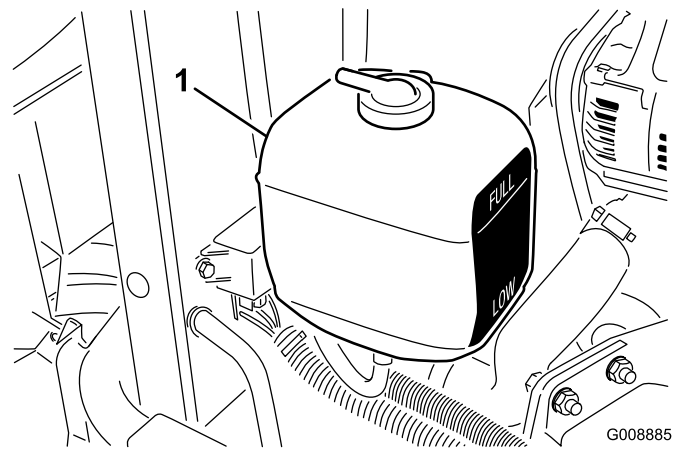

Figura 26
1. Compruebe el nivel de refrigerante del depósito de expansión (Figura 26). Con el motor frío, el nivel del refrigerante debe estar aproximadamente en el punto medio entre las marcas del lateral del depósito.